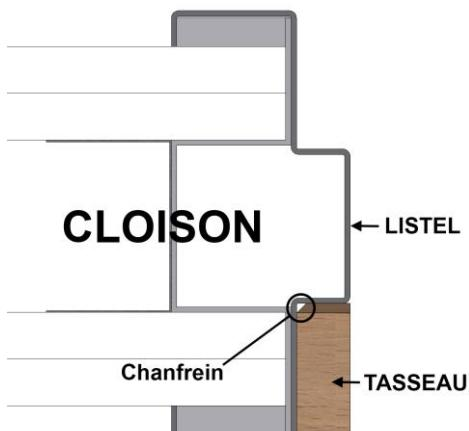

Figure 1
- **Tasseau dans feuillure/contre feuillure :** Retirer le film adhésif du double-face et positionner le tasseau d'habillage de manière à avoir le chanfrein en fond de feuillure (voir **figure 1** p9).
- **Tasseau dans feuillure/contre feuillure :** Retirer le film adhésif du double face et insérer le tasseau d'habillage entre les deux autres tasseaux déjà en place sur les montants, côté double face contre le listel de la traverse de l'huisserie existante (voir **figure 1** p9).
*(voir Figures 1, 2 & 3 p9)